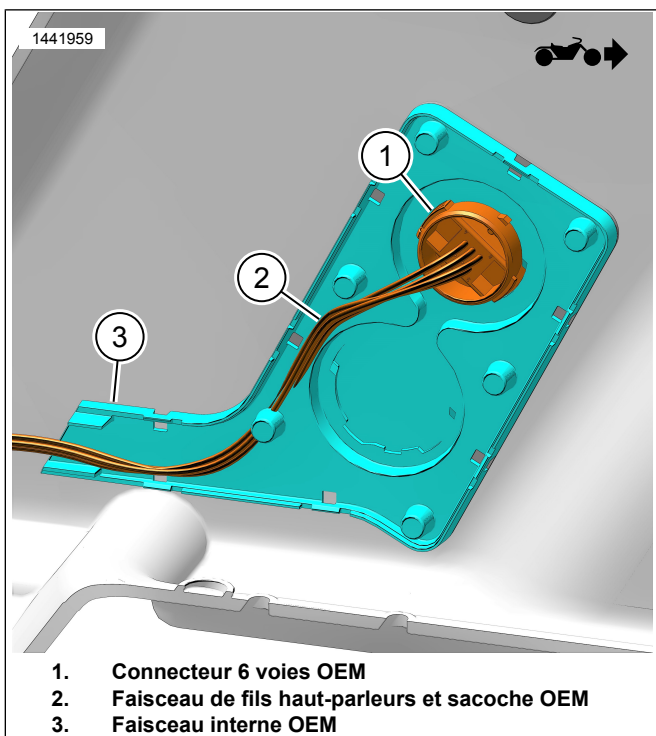

Figure 6. Faisceau interne OEM (à l'intérieur de la sacoche)
1. Figure 6 Enlever les composants OEM de la sacoche droite.
- d. Retirer le connecteur 6 voies OEM [289B] (1). Relâcher le verrou de détente et tourner dans le sens antihoraire.
- e. Faire sortir les fils du haut-parleur et du faisceau de la sacoche (2) ainsi que les connecteurs par le trou. Les conserver pour une utilisation ultérieure.
- f. Enlever et éliminer le faisceau intérieur (3) et les vis OEM.
2. Figure 6 Installer le connecteur 6 voies OEM de la sacoche droite (1).
- a. Poser les connecteurs, les câbles des haut-parleurs et du faisceau de la sacoche (2) à travers le trou.
- b. Monter le connecteur 6 voies OEM [289B] (1). Tourner dans le sens horaire jusqu'à ce que le verrou de détente soit verrouillé.